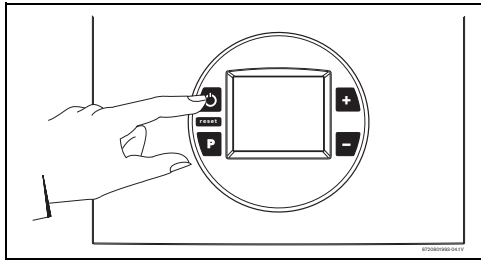

Fig. 12 Tasto di accensione/spegnimento
- Premere l'interruttore principale ON/OFF (Fig. 12).
Premendo l'interruttore principale nella posizione di funzionamento (fig. 12), l'apparecchio è pronto a funzionare.